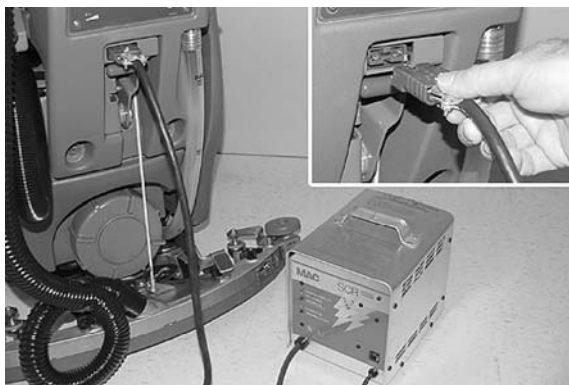

РИС. 36
6. Подключите провод постоянного тока зарядного устройства к гнезду батареи машины на тыльной стороне машины (Рисунок 36).